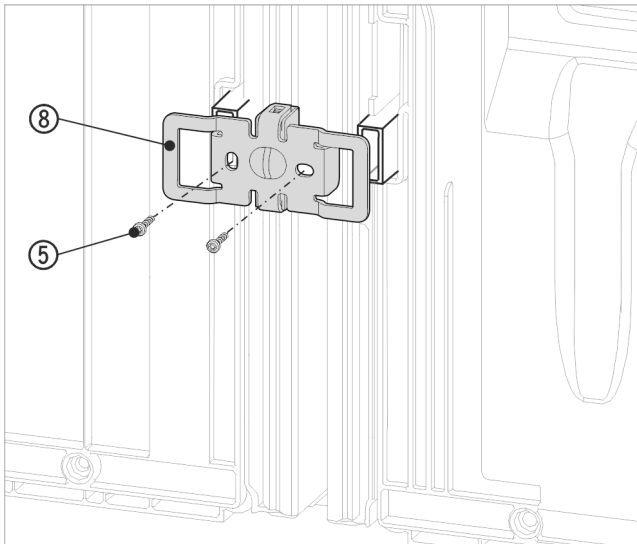

Fig. 18 Shembull ilustrues
- ▶ Shtyni sërish profilin Fig. 18 (8) me pjesët e prera mbi folenë për ruajtësin e distancës nga muri.
- ▶ Mbërthejeni atë fort me 2 vidat Fig. 18 (5).